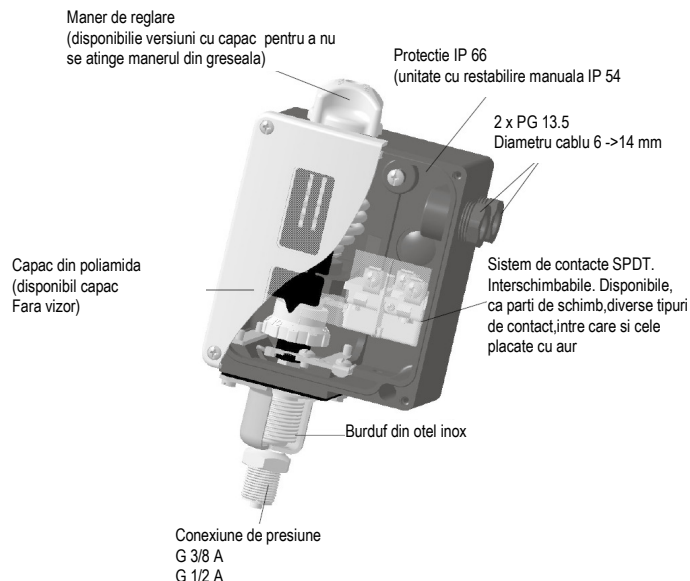

Fig. 5
2.1.4 Presostat de siguranta (Fig. 5)